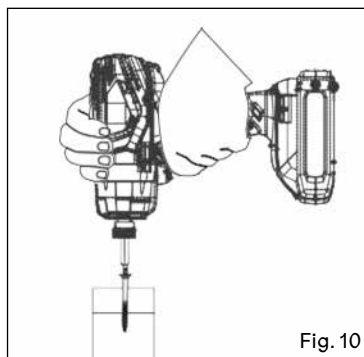

Fig. 10
3. Insérez complètement l'embout de vissage dans la tête de vis (Fig. 10).